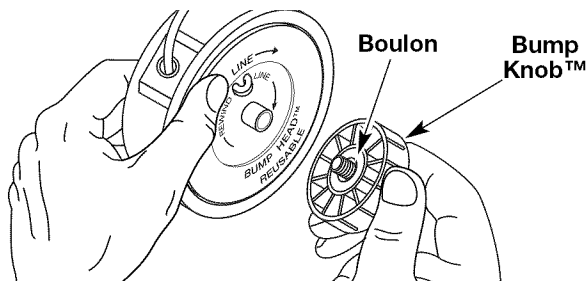

Fig. 15
1. Tenez la bobine extérieure d'une main et dévissez le bouton de butée vers la gauche (Fig. 15). Inspectez le boulon à l'intérieur du bouton de butée pour vous assurer qu'il se déplace librement. Remplacez le bouton de butée s'il est endommagé.
- Tenez la bobine extérieure d'une main et dévissez le bouton de butée vers la gauche (Fig. 15). Inspectez le boulon à l'intérieur du bouton de butée pour vous assurer qu'il se déplace librement. Remplacez le bouton de butée s'il est endommagé.